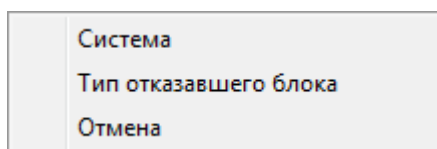

Рис. 13-285 – Контекстное меню
- 4) Если у компонента установлен флаг «Основная система», то откроется контекстное меню, в котором необходимо выбрать пункт «Тип отказавшего блока» для установления связи с этим компонентом как компонентом (рис. 13-285).
5) Если у компонента установлен флаг «Основная система», то откроется контекстное меню, в котором необходимо выбрать пункт «Тип отказавшего блока» для установления связи с этим компонентом как компонентом (рис. 13-285).